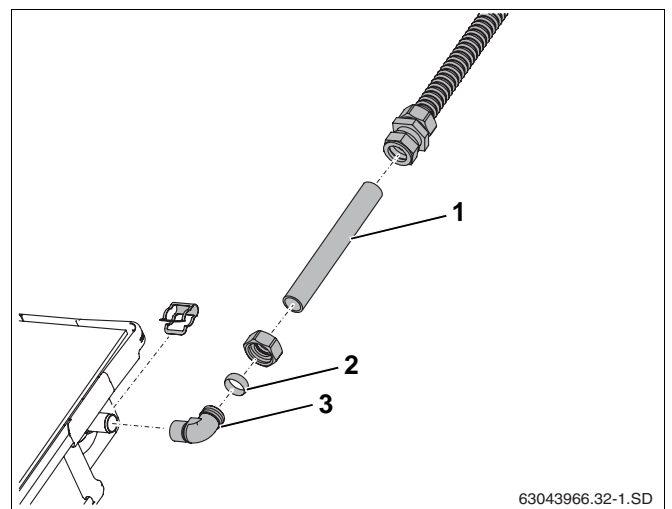

Bild 61 Förlänga anslutningsrör
- Montera skärring (bild 61, **pos. 2**) och överfallsmutter på vinkeln (bild 61, **pos. 3**).
- Skjut det förlängda kopparröret (18 mm, Bild 61, **pos. 1**) till skärringskopplingarna.